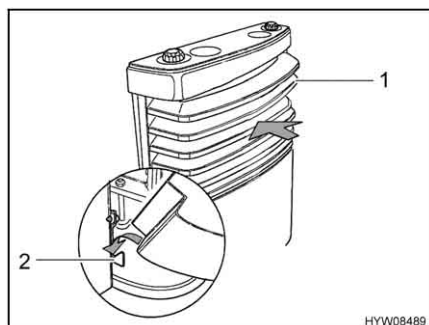

Fig. 76 Copertura del riscaldamento, supporti inferiori
- Montare la copertura del riscaldamento. A tale scopo, collocare la copertura (Fig. 76,1) sui supporti inferiori (Fig. 76,2).